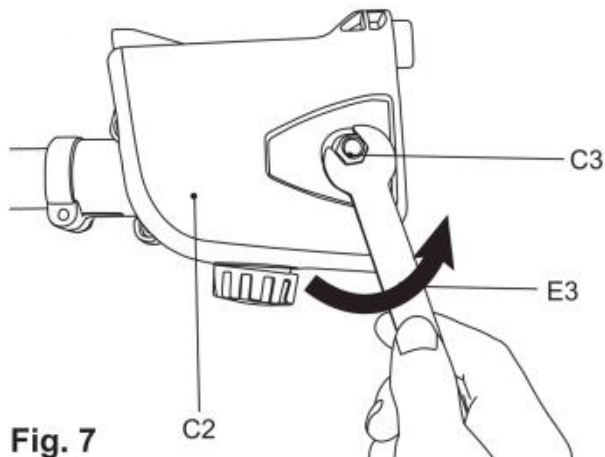

Fig. 7
- 3) Skruva av låsmuttern (C3) moturs med monteringsnyckeln (E3) och ta sedan bort sidokåpan (C2). (Fig.7)